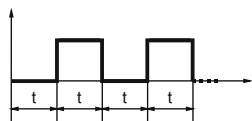

Рис.1
- циклический режим (\square) - при включении устройства исполнительное реле включается и выключается через установленное время t , (рис.1),